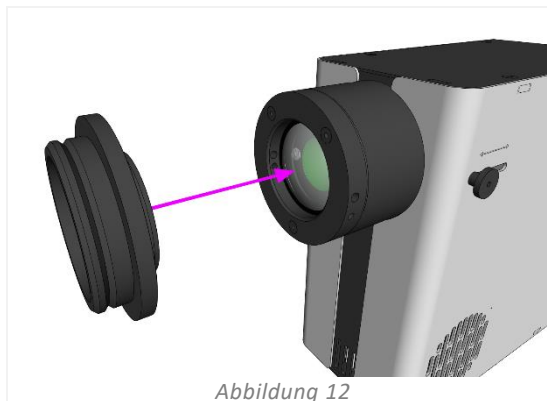

Abbildung 12
2. Stecken Sie den pE-Adapter in den Ausgang der -Lichtquelle der Serie pE-400 -(Abbildung 12).